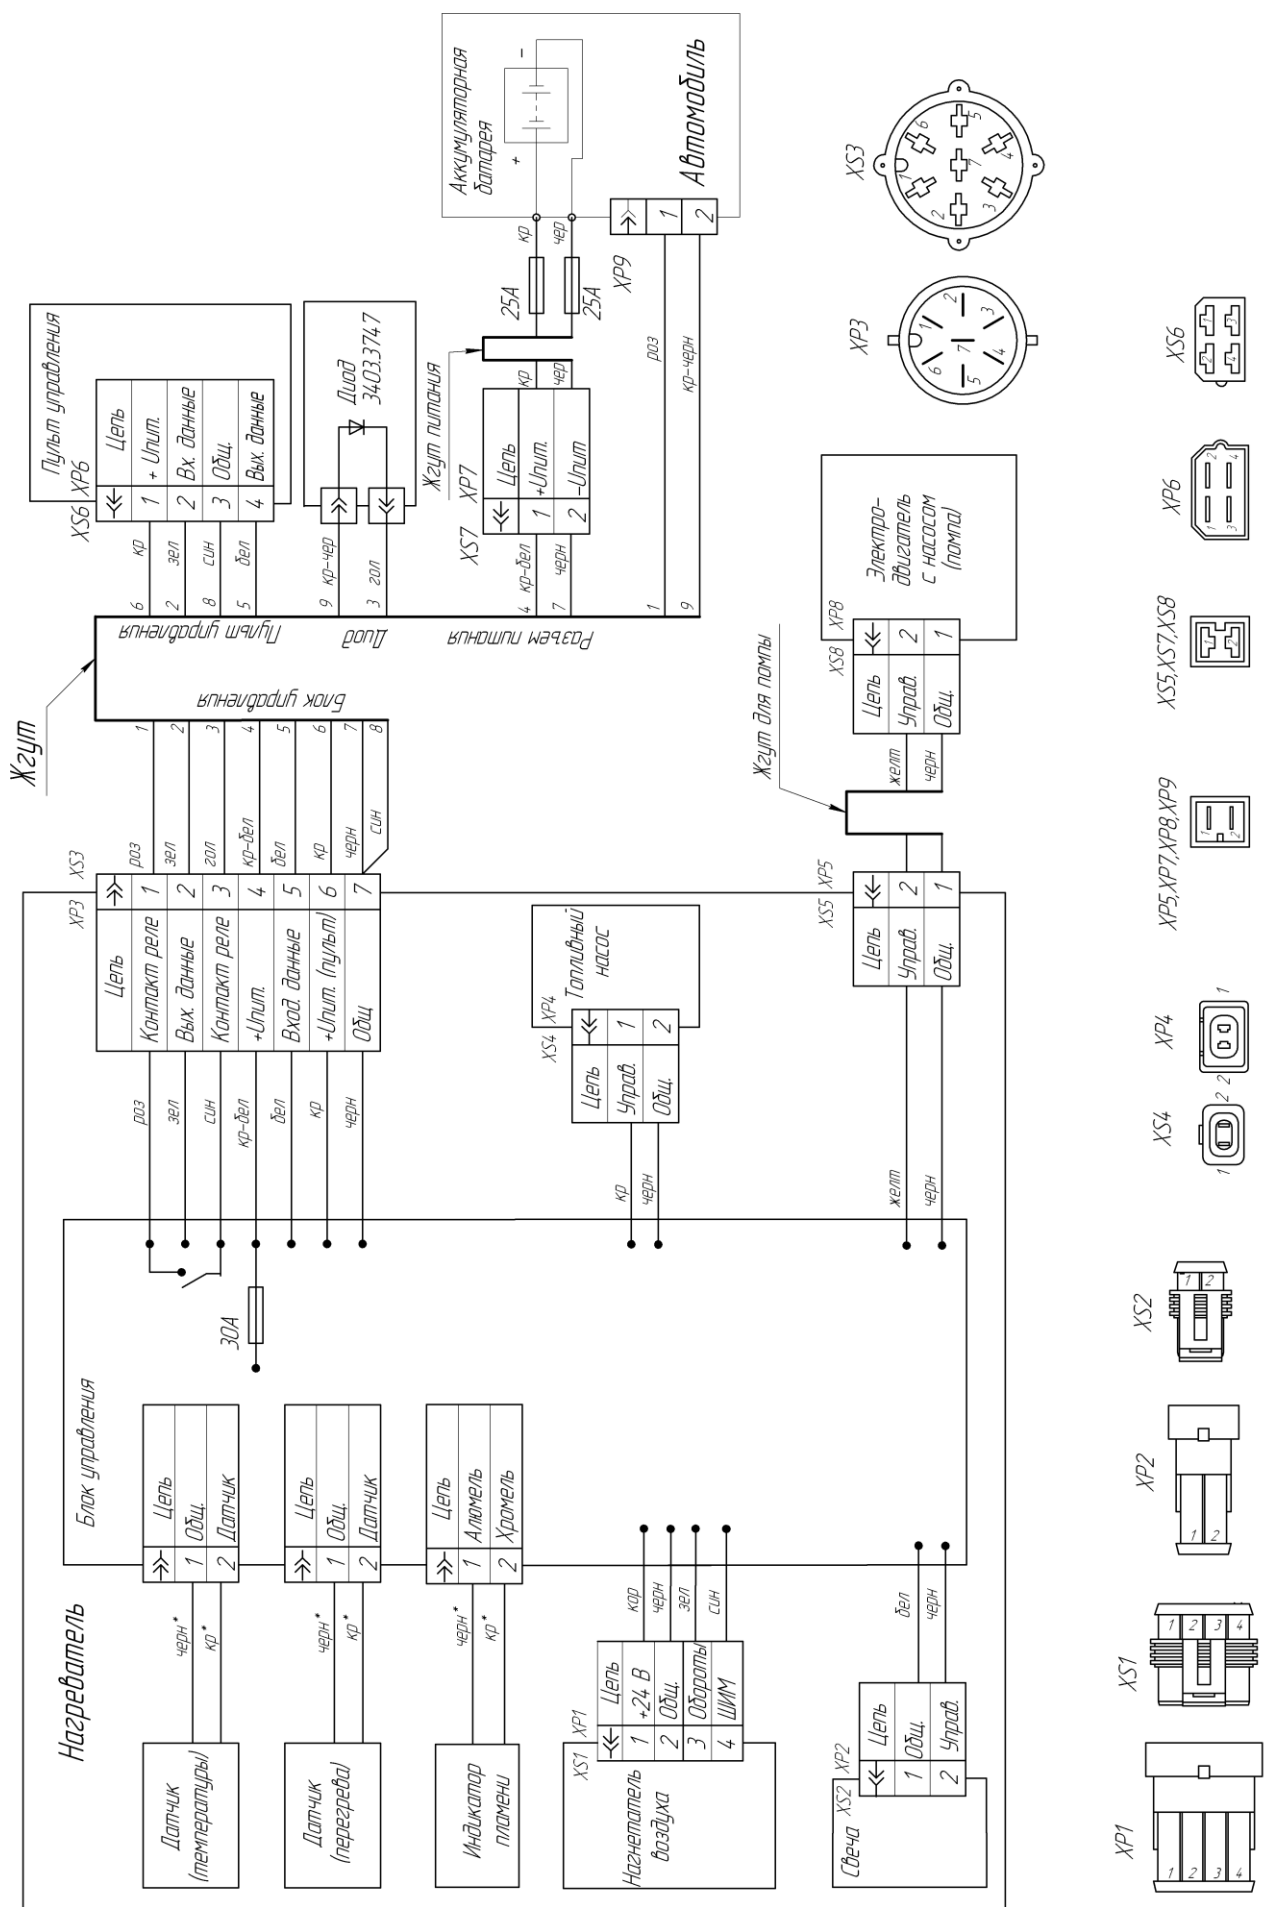

Рис. 1- Схема электрических соединений
Питание подогревателя топливом и электроэнергией осуществляется от автотранспортного средства. Схема электрических соединений подогревателя приведена на рис. 1. Питание подогревателя топливом, может осуществляться из топливного бака автомобиля или из топливного бака поставляемого по дополнительному заказу.
8.1 Поиск неисправностей необходимо начать с проверки контактов разъемов проверяемых цепей (см. схему электрических соединений на рис. 1).